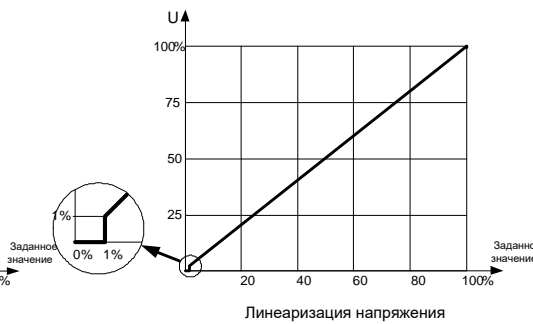

Рис. 7
- Линеаризация по напряжению - напряжение на нагрузке пропорционально входному воздействию (см. рис. 7)